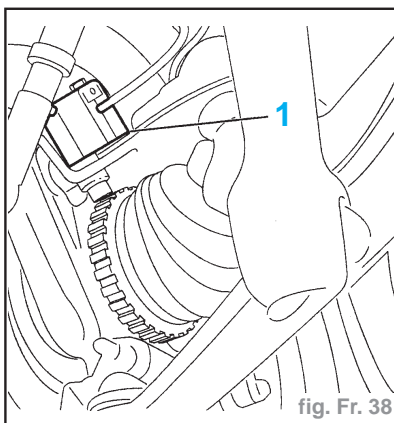

fig. Fr. 38
- Déposer l'écran thermique (1) (fig. Fr. 38).